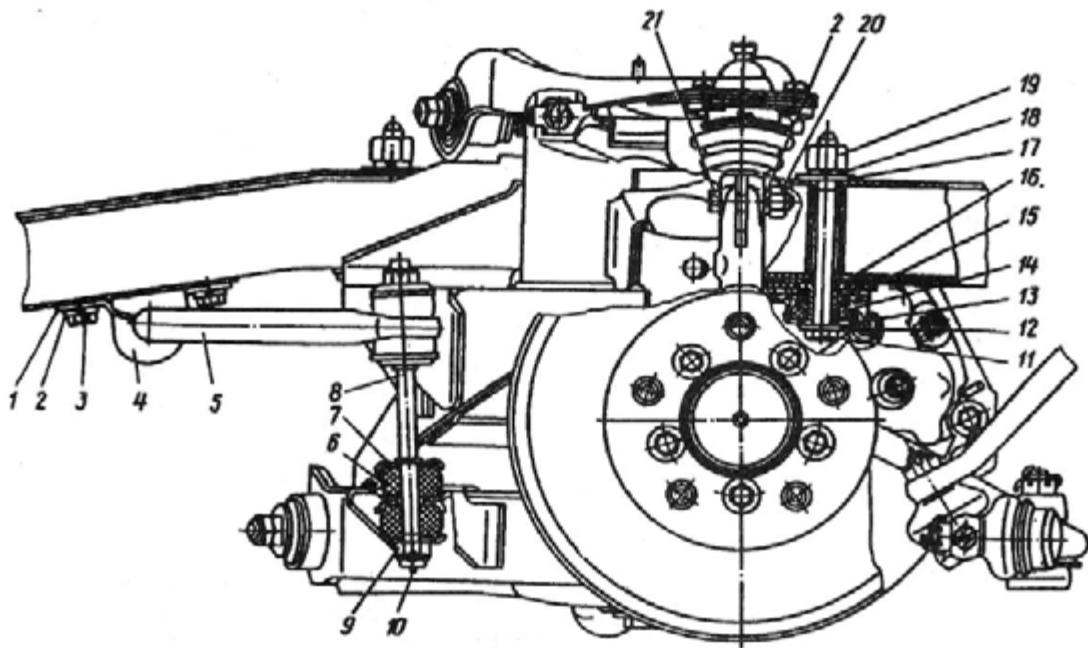

Рис. 169. Установка передней подвески на лонжеронах рамы:
6. Отверните гайки 20 (рис. 169) на стяжных болтах крепления пальца шарового шарнира к стойке, выньте болт 21 и выбейте хвостовик пальца шарнира из стойки.
8. Отверните болты 3 (рис. 169) крепления скоб стабилизатора к лонжеронам рамы или отсоедините нижнее соединение стоек 8 стабилизатора с рычагом.
1. Болт 11 (рис. 169) крепления подвески, подсобранный с шайбой 12, чапкой 13, резиновой втулкой 14
3. Установите цилиндрический хвостовик пальца шарового шарнира в отверстие стойки, вставьте стяжной болт 21 (рис. 169) и затяните гайку 20, прикладывая момент 36—50 Н·м (3,6—5,0 кгс·м).
5. Соедините стойку 8 (рис. 169) стабилизатора с кронштейном на нижнем рычаге. Наверните на резьбовой конец стойки гайку 9 и зашипите ее.
3. Отверните гайку 20 (рис. 169), выпустите стяжной болт
1. Отверните гайку 20 (рис. 169) и выньте болт 21.